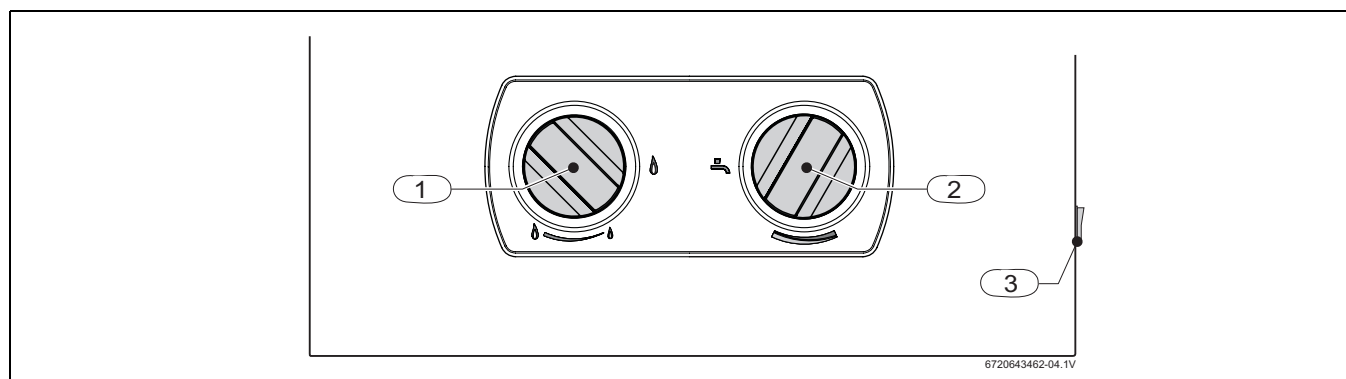

Fig. 5
- Colocar a tecla On/Off (→ Fig. 5 , [2]) em posição de funcionamento. Após este procedimento, sempre que abrir um ponto de água quente dar-se-á de forma automática a ignição.